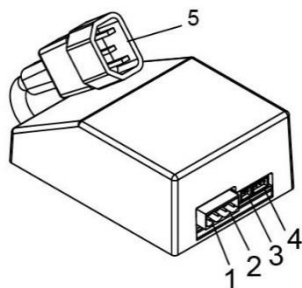

Bild 9
Välj ett fast börvärde till framledningstemperaturen. Värmen är **på** när kontakt (pos 1, Bild 9) är **sluten**.
Välj ett fast börvärde till framledningstemperaturen. Värmen är **på** när kontakt (pos 1, Bild 9) är **öppen**.